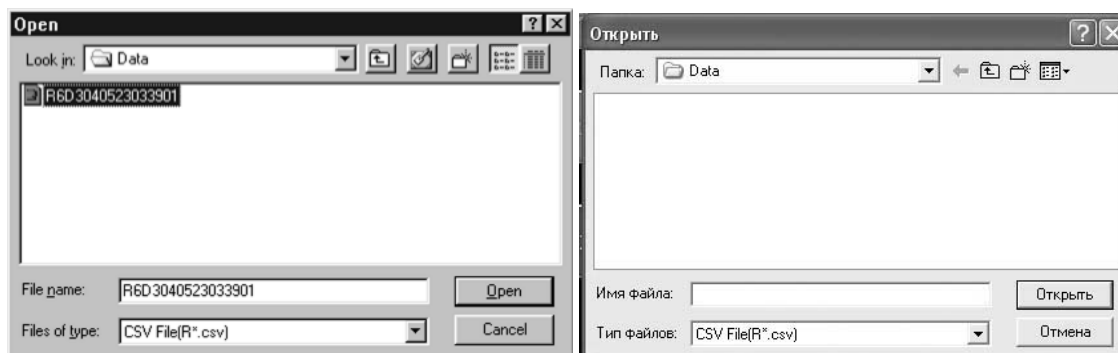

Рис. 109
2. Выбрать файл, содержащий сохраненные данные графика, которые Вы хотите просмотреть, и затем щелкнуть **Open**. (Рис. 109)